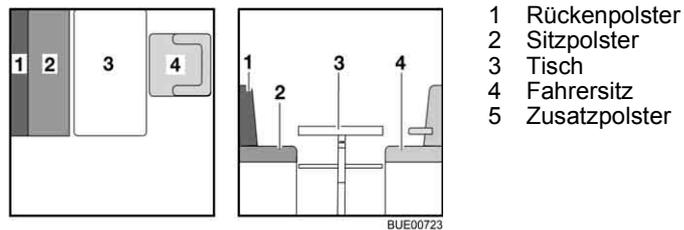

Bild 120 Vor dem Umbau
- Den Fahrersitz (Bild 120,4) drehen und ganz nach vorn schieben.
- Den Tisch (Bild 120,3) zum Bettunterbau umbauen (siehe Abschnitt 6.11).
- Das Rückenpolster (Bild 120,1) beiseite legen.